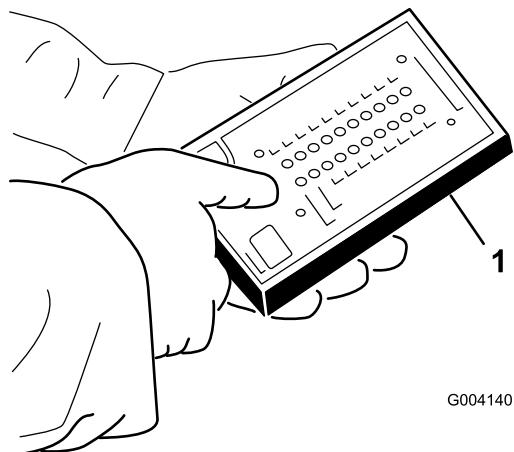

Figure 19
- Branchez le connecteur de l'outil de diagnostic ACE au connecteur du faisceau de diagnostic (Figure 19).